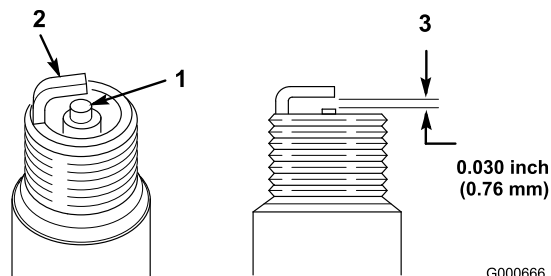

Bild 27
- Sehen Sie sich die Mitte der Zündkerze an (Bild 27). Wenn der Kerzenstein hellbraun oder grau
- Prüfen Sie den Abstand zwischen der mittleren und der seitlichen Elektrode (Bild 27) und biegen Sie die seitliche Elektrode, wenn der Abstand falsch ist.